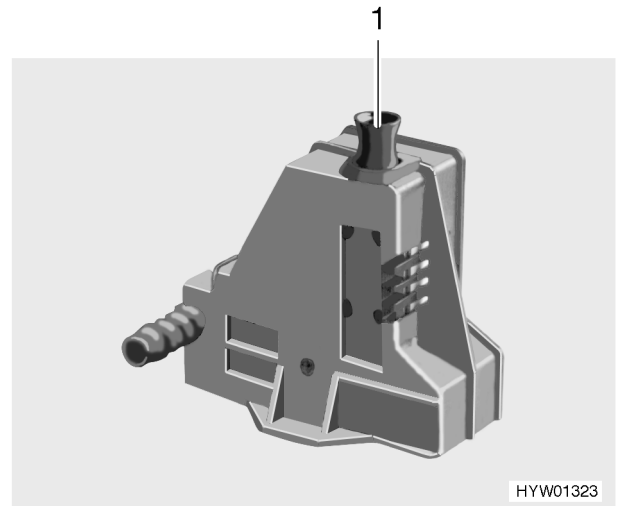

Bild 108 Sicherheits-/Ablassventil des Boilers
Der Boiler ist mit einem Sicherheits-/Ablassventil (Bild 108) ausgestattet. Das Sicherheits-/Ablassventil verhindert, dass das Wasser im Boiler einfriert, wenn bei Frost die Heizung nicht eingeschaltet ist.
▲ Die Wasserpumpe und die Wasserarmaturen sind durch das Sicherheits-/Ablassventil (Bild 108) nicht vor Frost geschützt.
- Sicherheits-/Ablassventil (Bild 108) schließen. Dazu den Zugschalter (Bild 108,1) nach oben ziehen.
- Sicherheits-/Ablassventil (Bild 108) öffnen. Dazu den Zugschalter (Bild 108,1) nach unten drücken. Der Boiler wird über das Sicherheits-/Ablassventil nach außen entleert.